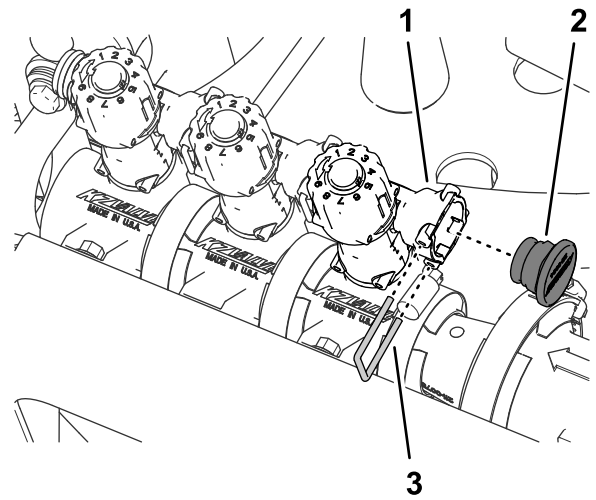

Figura 67
8. Montate il tappo nella presa ad attacco rapido della valvola di bypass (Figura 67).
9. Fissate il tappo alla presa ad attacco rapido con il fermo che avete rimosso al passaggio 3 (Figura 67).